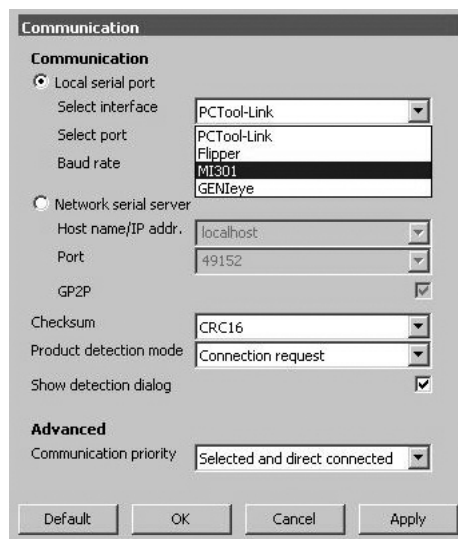

Рис. 19 Выбор интерфейса
6. Откройте раскрывающийся список "Select interface" (выбрать интерфейс) и выберите "MI 301". См. рис. 19.
7. Откройте раскрывающийся список "Select port" (выбрать порт) и выберите порт "PC Tool link". См. рис. 19. Нажмите [Apply] (применить).